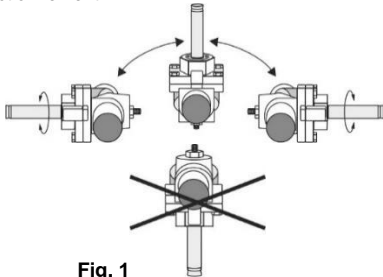

Fig. 1
- Les vannes peuvent être installées en position horizontale ou verticale (Fig. 1). La position tête en bas est interdite car pouvant provoquer un mauvais fonctionnement